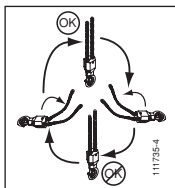

Abb. 4
2. Sicherstellen, dass die Lastkette bei der Anbringung des Gerätes nicht verdreht wurde, insbesondere bei der zweisträngigen Ausführung (siehe Abb. 4).